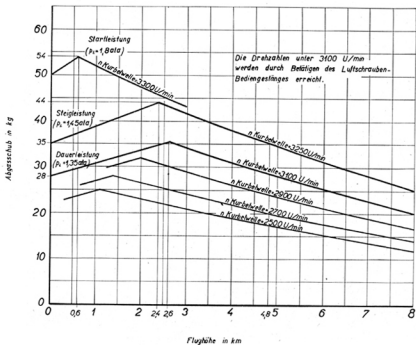

Abb. 4. Abgesschubschaulinien.
Durch Verwendung von Abgasstrahlröhren wird die Abgasenergie in Form von Abgasschub weitgehend ausgenutzt (s. Abb. 4 Abgasschub-Schaulinien Seite 13).
4. Hauptbedienhebelstellung zwischen 55° und 61° an der Gradscheibe am Vergaser (s. Abb. 20 Bild 4).